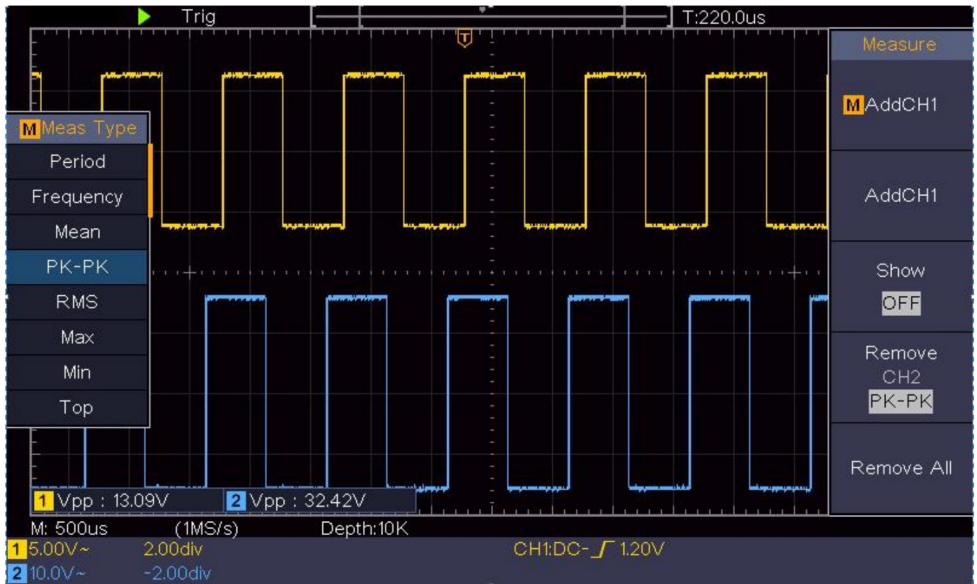

Figura 6-2 Forma d'onda della misurazione del guadagno
(7)Leggere le tensioni picco-picco del Canale 1 e del Canale 2 da in basso a sinistra dello schermo (vedere *Figura 6-2*).